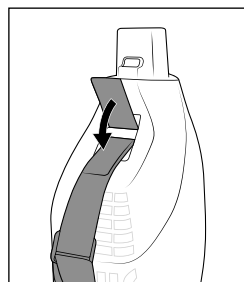

Fig. 5
- ◆ Insira a alça de transporte 27 através das fixações da alça de transporte 5/11 na parte traseira da unidade do motor 8 e feche os fechos de velcro (ver fig. 5 e 6).